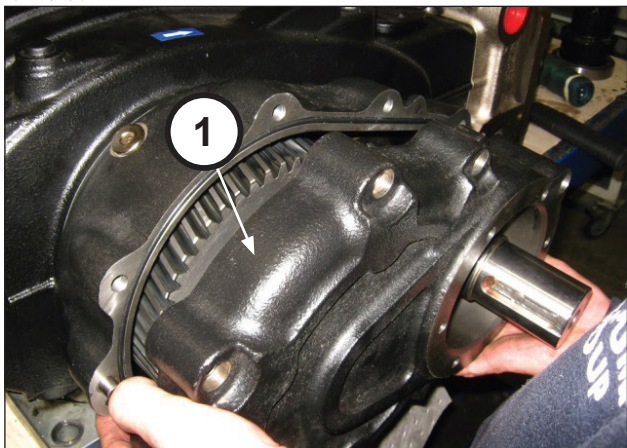
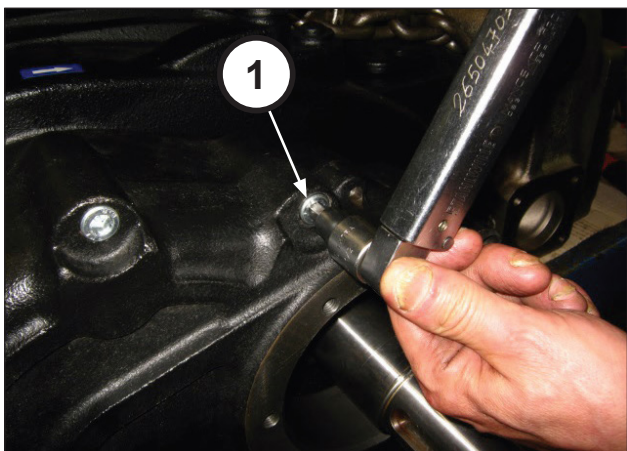

图 78
图 79
安装减速机盖（位置 ①，图 78）并通过10个M10x50螺栓将之固定（位置 ①，图 79）。利用扭力扳手调节螺栓，如第3章所述。